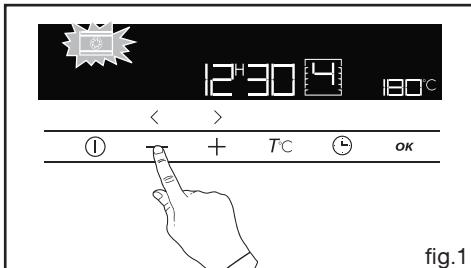

fig.1
Appuyez sur la touche ① puis sélectionnez avec les touches + ou - la cuisson choisie (fig.1).